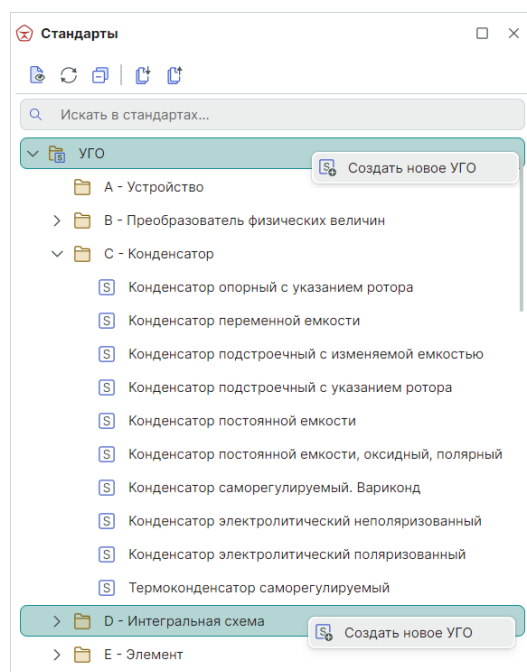

Рис. 48 Выбор узла для создания УГО
1. Вызовите контекстное меню для узла «УГО» (для создания УГО в корне дерева «УГО») или для конкретной папки (для создания УГО в рамках определенного семейства), см. Рис. 48.